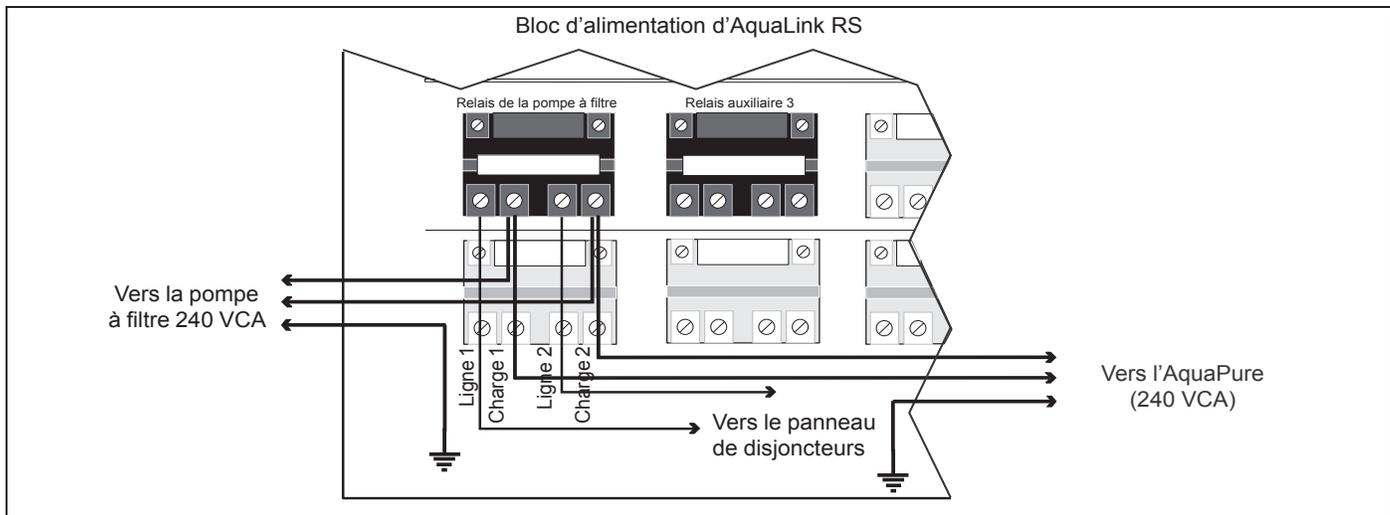

Figure 12. Raccordement d'alimentation entre le centre de contrôle d'AquaPure et le centre d'alimentation d'AquaLink RS
5. Découper un segment de conduite de 352 mm (13⁷/₈ po) de la conduite de 50 mm ou 2 po pour insérer la cellule. Voir Figure 12. Coller les raccords-union et installer la cellule.
Dans le tableau électrique de l'AquaLink RS relier l'alimentation du chlorateur *directement* au CÔTÉ DEMANDE du relais de la pompe de filtration (Voir Figure 12).